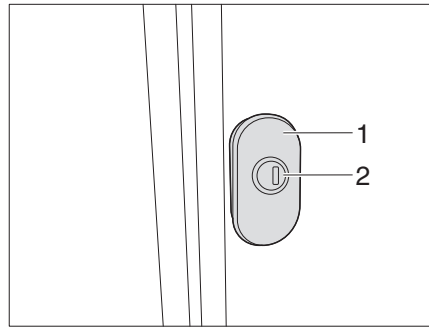
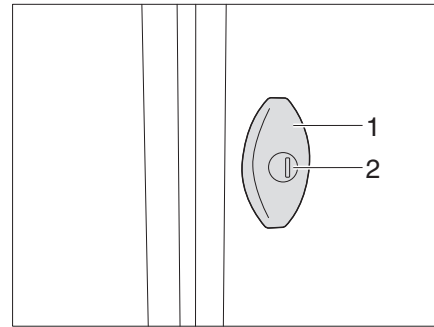

Fig. 51 Cerradura tensora giratoria (variante 1)
Fig. 52 Cerradura tensora giratoria (variante 2)
- Introducir la llave en el cilindro de cierre (Fig. 51/ Fig. 52,1) y girarla un cuarto de vuelta. Se desbloqueó la cerradura de la trampa.
- Tirar de la cerradura tensora giratoria (Fig. 51/ Fig. 52,2) y girarla 180° en sentido contrario a las agujas del reloj. La trampa exterior está abierta.